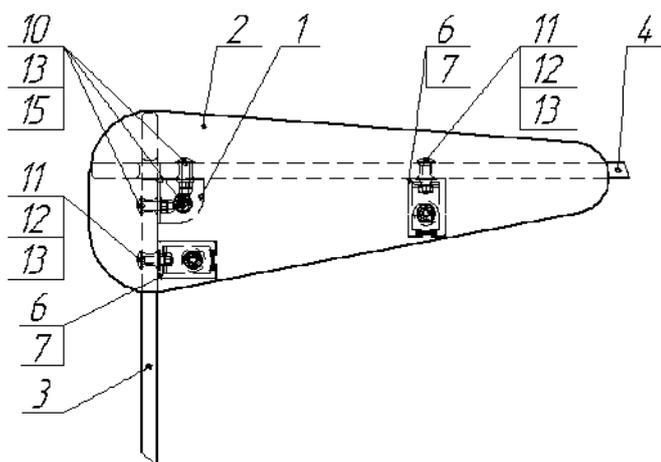

Рис.4
12.3.5 Произвести сборку песочницы согласно рис. 4. Гайки окончательно не затягивать.